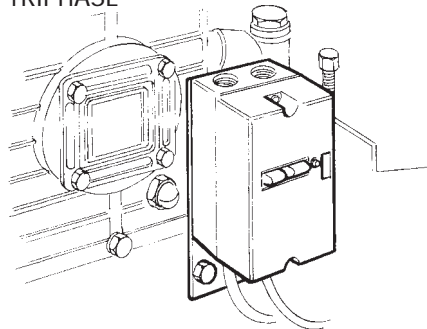
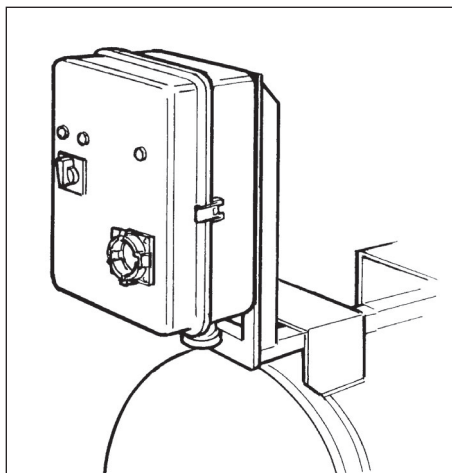

fig. 4
fig. 13
- réactiver la protection thermique du moteur (*figures 4 et 5*) de la figure 13 du panneau électrique; un technicien spécialisé doit intervenir;